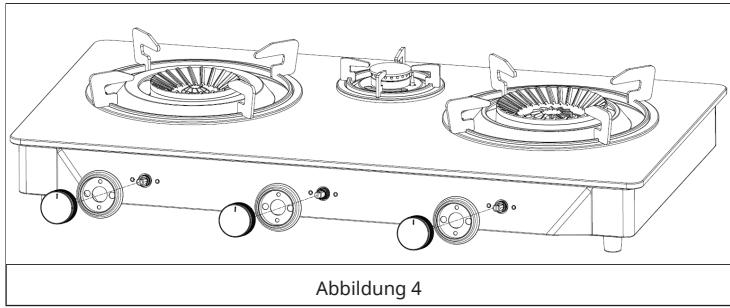

Abbildung 4
4. Bringen Sie den Knaufsockel und den Knauf entsprechend an (Abbildung 4).